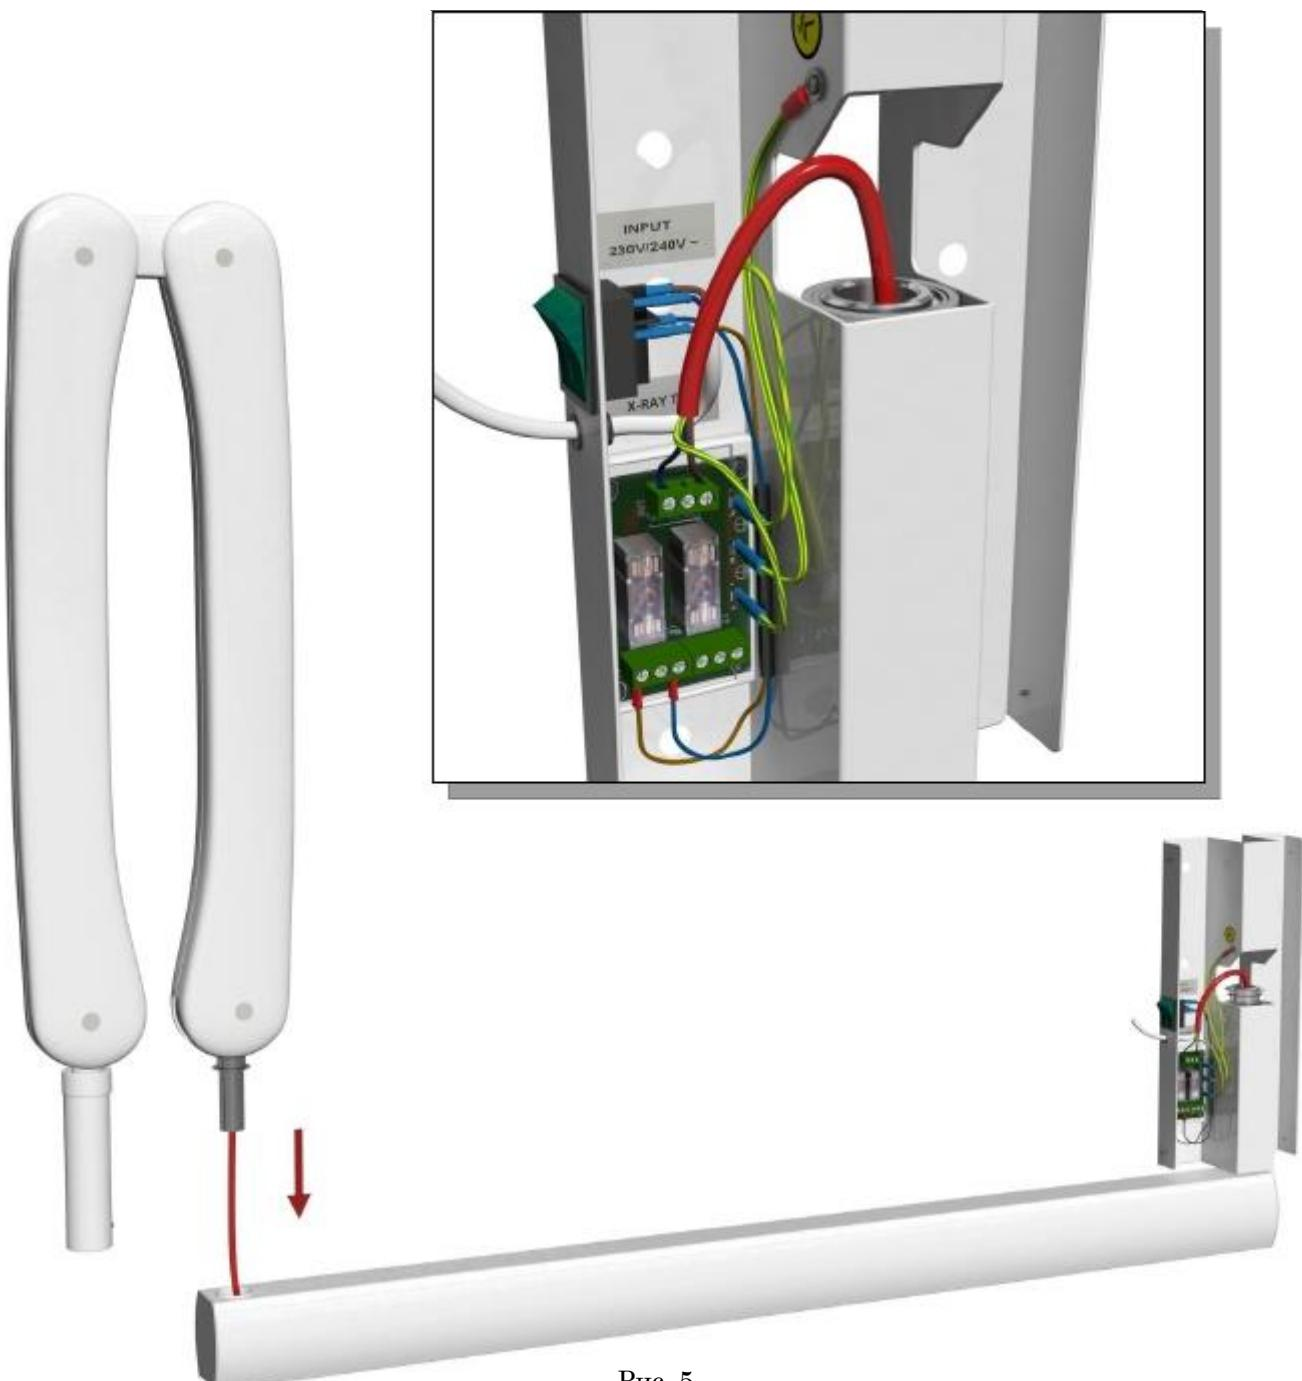

Рис. 5
- ✓ Вставьте плечо складное (**C**) в плечо опорное (**B**) и вставьте кабель, как показано на рис. 5. Закройте удлинение.